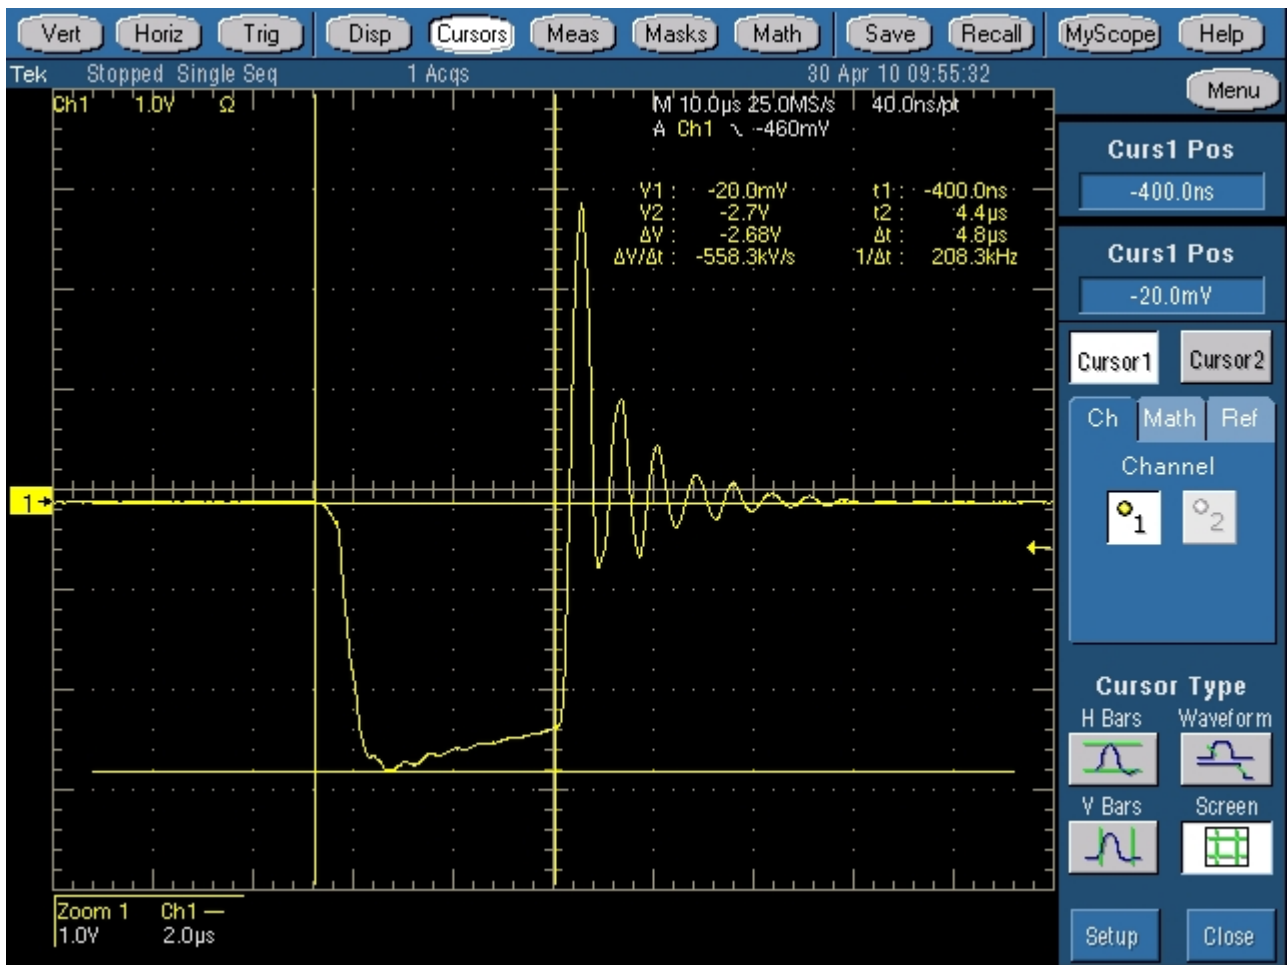

fig.X.7.9 - punta-piano 45 cm, 60 kV
F) Si porta la distanza spinterometrica a 30 cm; applicando tensione di catoda di 70 kV, si ha la scarica sulla catena (fig.X.7.9); per avere scarica tra punta negativa e piano occorre ridurre drasticamente la distanza h.